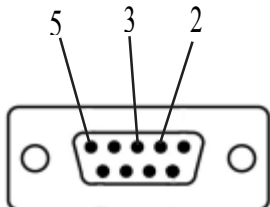

Рис.17 – Разъем для подключения к компьютеру
2. Убедитесь, что ваш компьютер соединен с видеомикшером соответствующим кабелем с разъемами D9- f, в котором 3-й и 2-й контакт на одном разъёме соединены соответственно с 2-м и 3-м контактом на другом разъёме. 5-й контакт является общим (см. рис. 17).